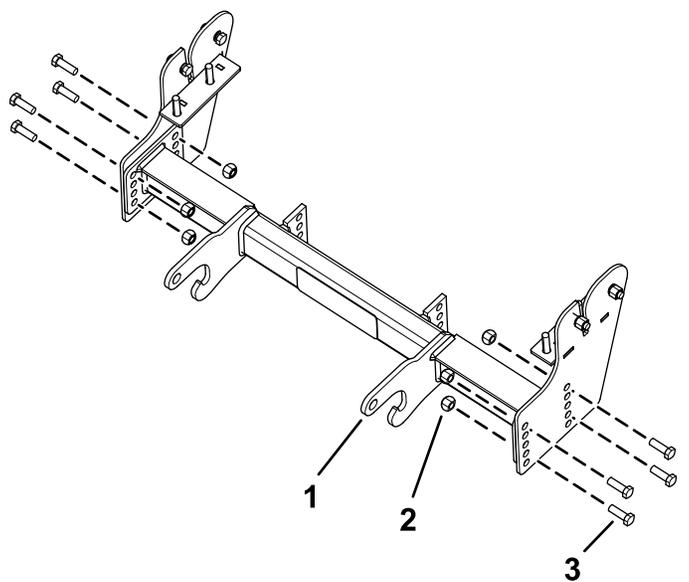

Bild 2
4. Befestigen Sie die Schubrahmen mit acht Schrauben (1/2" x 1 1/2") und acht Sicherungsmuttern (1/2") an den Seitenplatten, wie in **Bild 2** abgebildet.